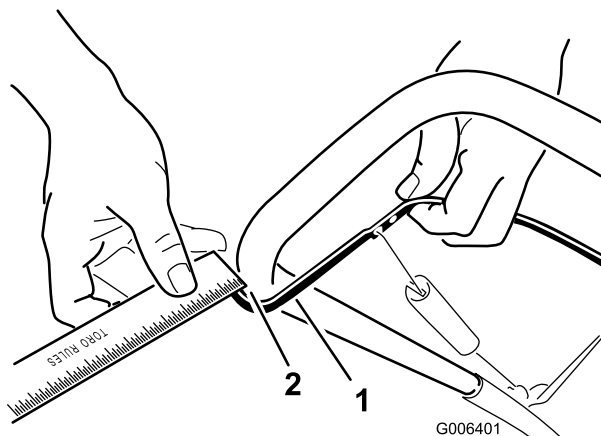

Bild 21
Bewegen Sie den Schaltbügel zum Griff, sodass der Bowdenzug straff ist (Bild 21).
Hinweis: Stellen Sie sicher, dass ein Abstand von 2 bis 3 mm zwischen dem Schaltbügel und dem Griff vorhanden ist (Bild 21).
2. Setzen Sie die Z-Befestigung in ein höheres oder niedrigeres Loch, um den Abstand von 2 bis 3 mm zwischen dem Schaltbügel und dem Griff zu erhalten (Bild 21).